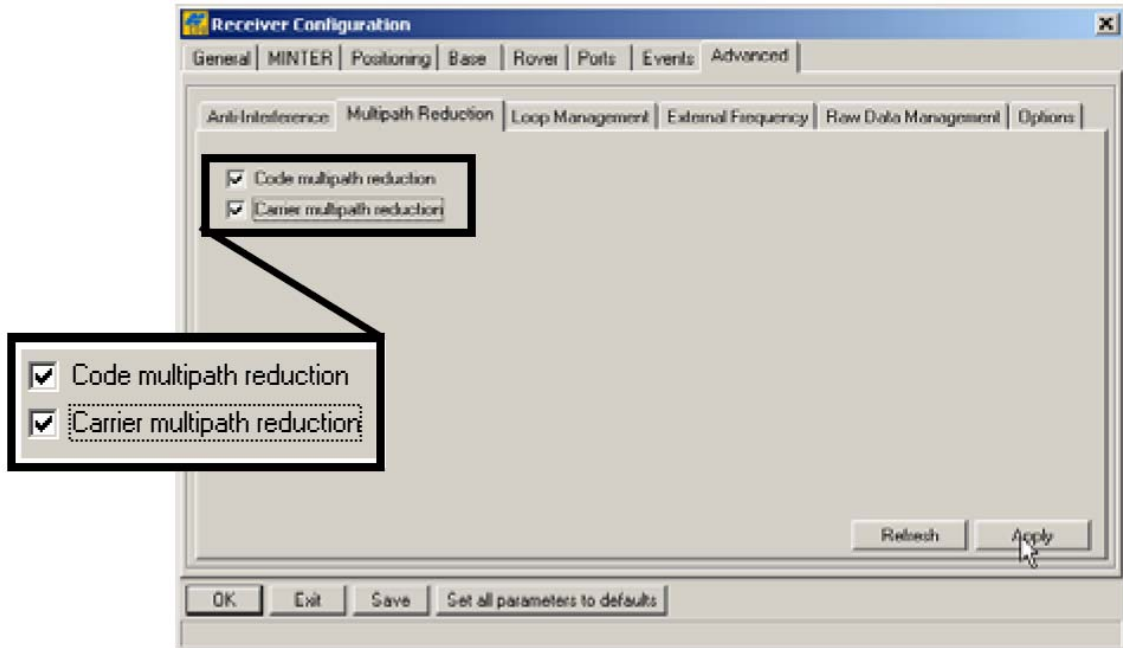

Рисунок 3-15. Настройка параметров подавления многолучевости
- Выберите вкладку *Advanced (Расширенные функции)*, затем вкладку *Multipath Reduction (Подавление многолучевости)*, выставьте перечисленные ниже флажки и щелкните на кнопке *Apply (Применить)* (см. рис. 3-15 на стр. 3-19).